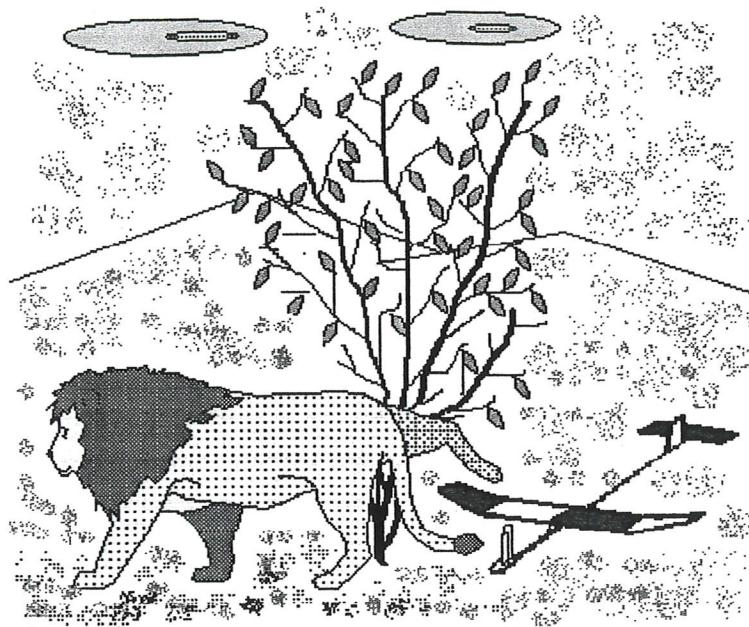

Figure 4 L'attitude du gouvernement vis-à-vis de nos conquêtes
– pourquoi le lieu de la savane hausse sa patte derrière à la base du grand buisson (*figure 4*) ?;